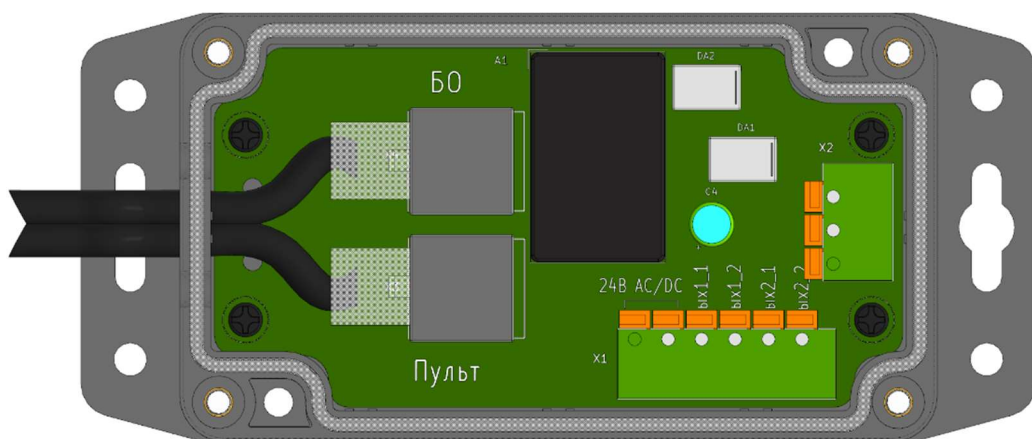

Рисунок 4
- подключить кабель блока обнаружения и кабель ПДУ к соответствующим соединителям на плате блока коммутации (рисунок 4);
- подключить кабель бортового комплекса РЭБ к клеммам соединителя X1 (рисунок 4);